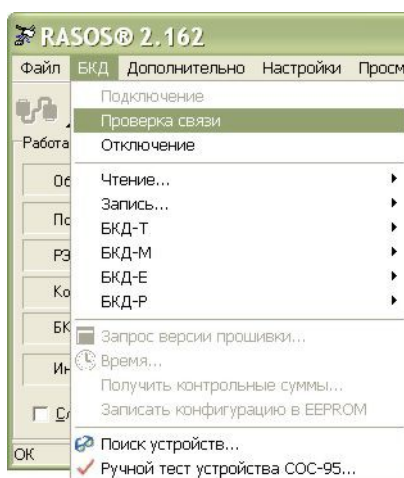

Рисунок 13 - Проверка связи
3) Выполнить команду «БКДПроверка связи» (рисунок 13).